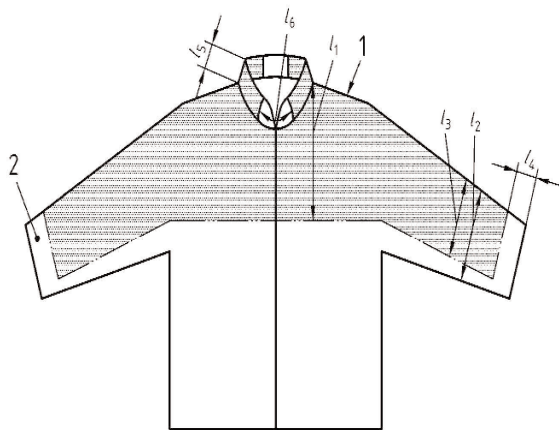

Figura 1. Área mínima requerida - Frente de la prenda
- Parte alta del hombro:** Parte alta del hombro tal como se muestra en la figura 1.
- Frente** (ver figura 1): El área protectora requerida debe cubrir el frente de la prenda, desde la parte alta del hombro, hacia abajo, una distancia equivalente por lo menos al 25% del contorno del pecho de la talla mayor prevista, tal como se indique en el marcado. El área protectora debe incluir el 80% de la parte superior frontal de las mangas, hacia abajo, hasta 70 mm del borde distal del puño de la manga.